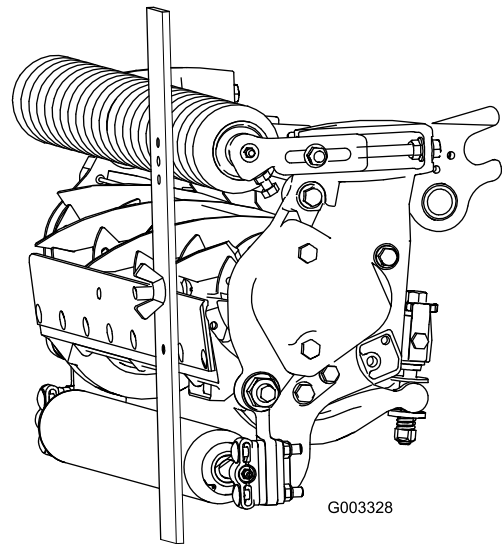

Figura 23
- 3. Prenda a cabeça do parafuso à extremidade cortante da lâmina de corte e apoie a extremidade traseira da barra no rolo traseiro (Figura 23).
- 4. Rode o parafuso de ajuste até que o rolo entre em contacto com a dianteira da barra indicadora (Figura 23). Ajuste ambas as extremidades do rolo até que todo o rolo esteja paralelo à lâmina de corte.